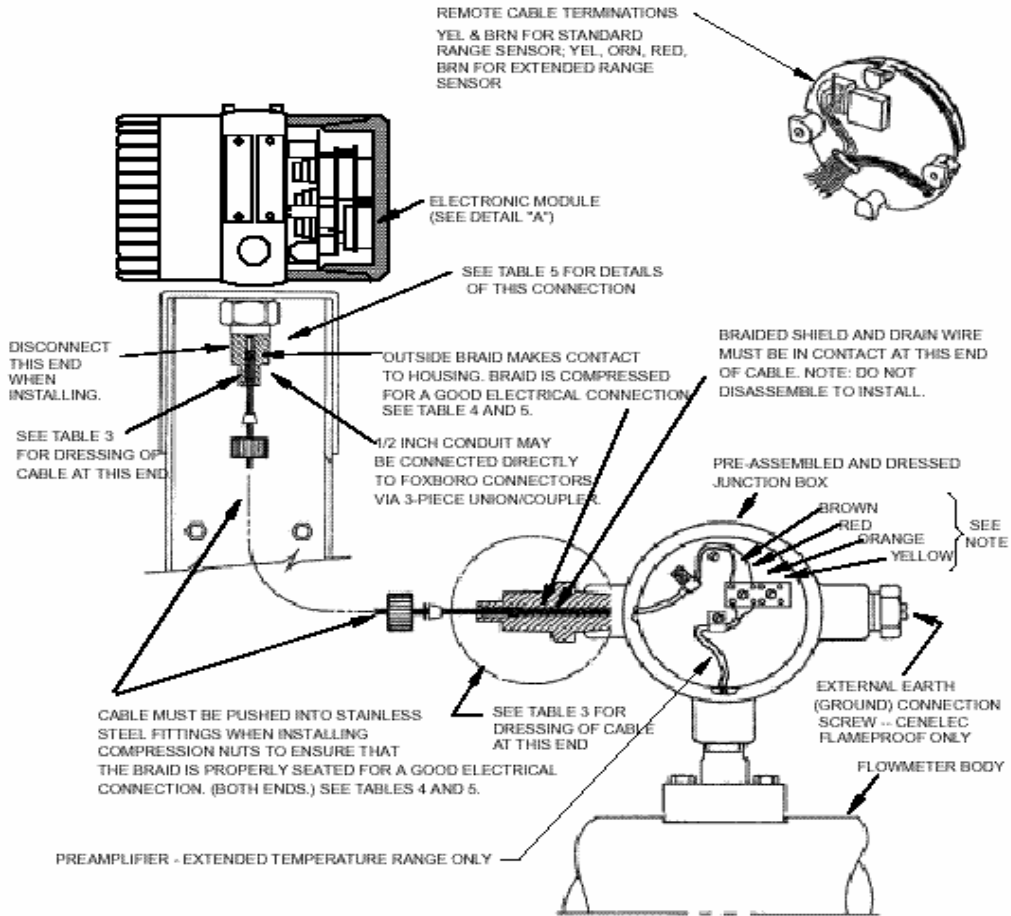

Figura 8. Medidor de Flujo con Montaje remoto
El cuerpo del medidor y una caja de enlace con cable de interconexión. La caja de enlace contiene un preamplificador de acoplamiento. Figura 8.
4. Desconecte los cuatro cables de señal del bloque terminal de cuatro posiciones en la parte posterior del módulo electrónico. Ver figura 8.
En la terminal del compartimento, los cables deberán ser terminados en el bloque terminal de 4 posiciones en la parte trasera de el módulo electrónico como se muestra en la Figura 8.